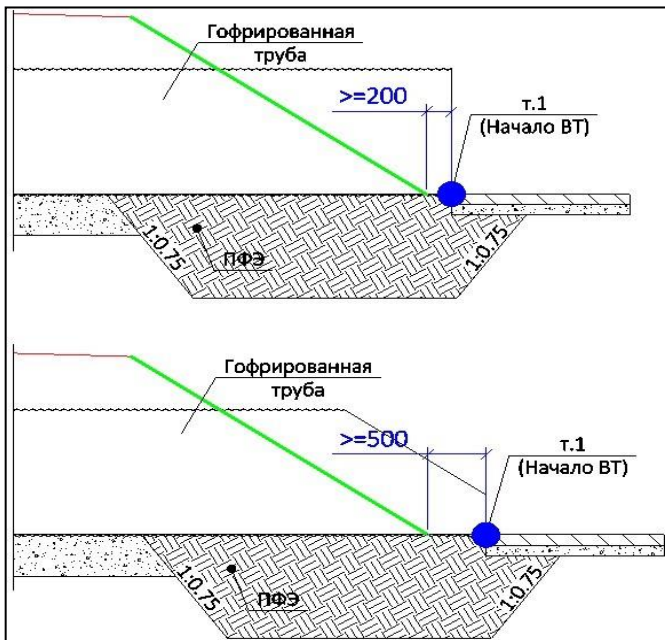

Рис. 28.14
- если **торец=прямой**, то **0,2 м** (рис. 28.14, выпуски даны в мм).
1. С вертикально срезанным торцом – оголовочная часть собирается из стандартных элементов, идентичных элементам средней части трубы (рис. 28.14 сверху).
2. Со скошенным торцом – оголовочная часть собирается из элементов трапециевидальной формы (рис. 28.14 снизу).